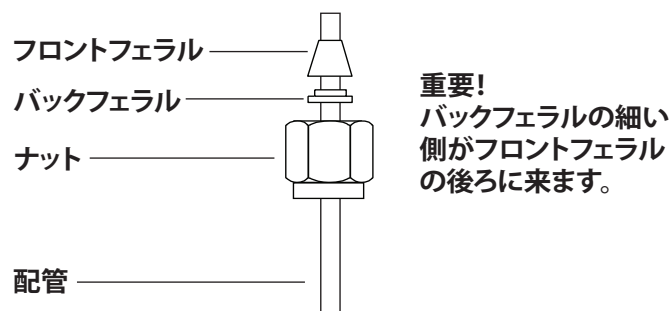

図 22 Swagelok ナットおよびフェラル
- 1 図 22 に従って、Swagelok ナット、バックフェラル、およびフロントフェラルを配管に通します。